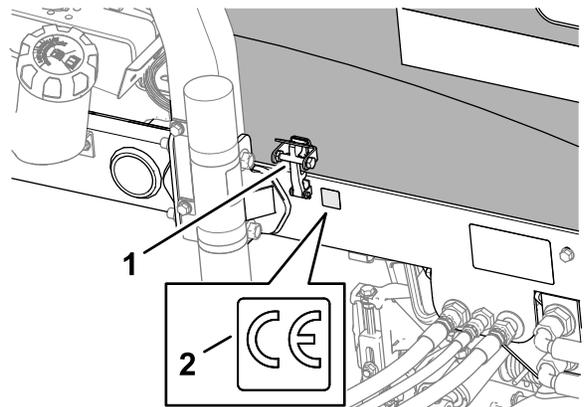

图 38
3. 用酒精擦拭靠近机罩门锁的左机架并让机架干燥 图 38。
4. 撕去 CE 标贴零件号 133-8095 的背衬并将其贴到机架上如 图 38 所示。